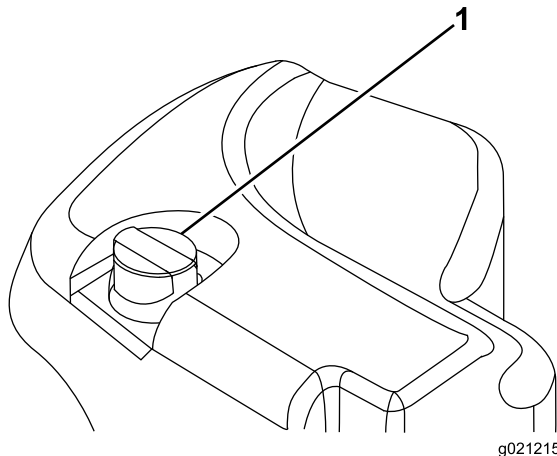

Figura 31
2. Limpie alrededor del cuello de llenado y el tapón del depósito de aceite hidráulico (Figura 31).